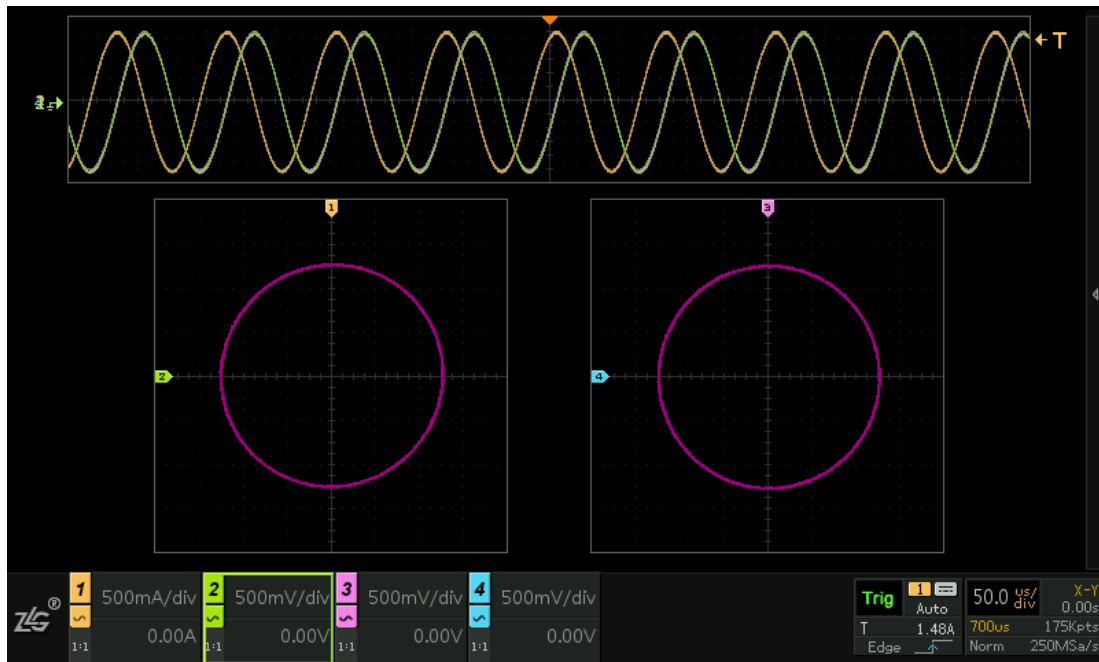

图 9.11 圆
- 当  $\Phi = \pi/2$  并且  $A = B$  时，得到 X 和 Y 的关系为  $A^2(\sin \omega t)^2 + A^2(\cos \omega t)^2 = A^2$ ，此时波形即为以 A 为半径的圆，如图 9.11 所示。